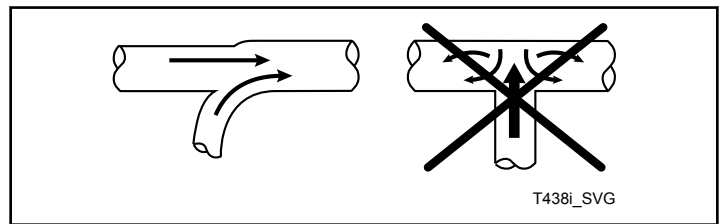

Figura 19
**NOTA: No conecte nunca un conducto de secadora al conducto colector en un ángulo de 90°. Consulte la Figura 19 . Hacer esto causará contrapresión excesiva, que ocasiona rendimiento deficiente. No conecte nunca dos conductos de escape de secadora directamente uno frente al otro en el punto de entrada del conducto colector.**